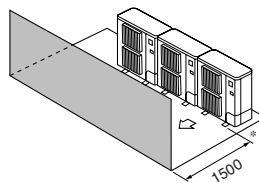

Fig. 2-10
- ③ Obstáculos apenas na parte da frente (Fig. 2-10)